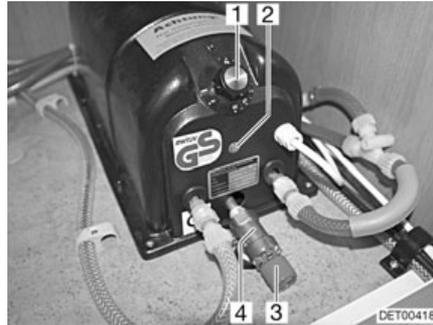

Fig. 137 Chauffe-eau Reich
Le chauffe-eau fonctionne avec 230 V. Le chauffe-eau chauffe environ 5 litres d'eau. Le régulateur (Fig. 137,1) du chauffe-eau permet de régler la température de l'eau. L'eau ne peut pas être chauffée à plus de 80 °C.
- Régler la température désirée sur le régulateur de température (Fig. 137,1). Le voyant de contrôle (Fig. 137,2) s'allume pendant la mise en température.
- Faire tourner le régulateur de température (Fig. 137,1) jusqu'au repère "I" dans le sens inverse des aiguilles d'une montre.
- Régler la température désirée sur le régulateur de température (Fig. 137,1).
- Ouvrir l'évacuation de l'eau sur la soupape de surpression (Fig. 137,4). Faire tourner le bouton rotatif rouge (Fig. 137,3) dans le sens inverse des aiguilles d'une montre.